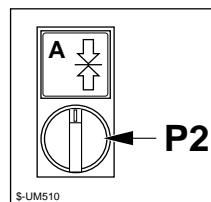

Fig. 6.4c
- a fine lavorazione sollevare le ventose con il selettore P2 (fig. 6.4c) e togliere il pannello